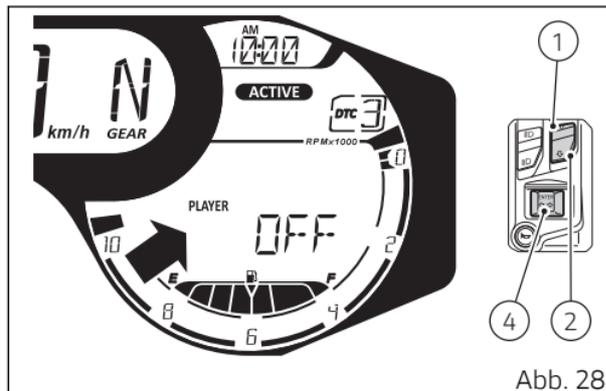

Abb. 28
Ist der Player nicht aktiv (Abb. 28), zeigt das Cockpit die Angaben „PLAYER“ und „OFF“ an. Zum Aktivieren 2 Sekunden lang die Taste (1) drücken. Eine Beschreibung bezüglich der Anwendung des Players wird im Absatz „Infotainment“ gegeben.